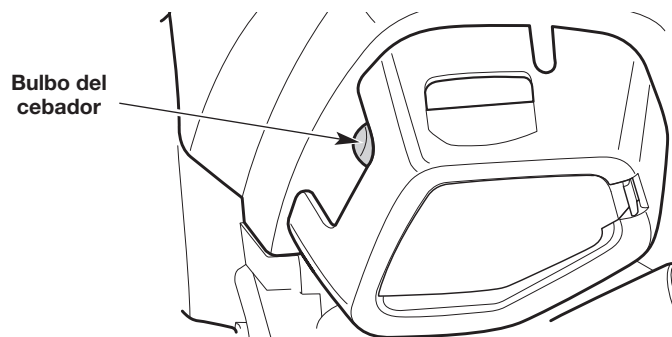

Fig. 16
1. Presione y luego suelte el bulbo del cebador lentamente **10 veces** (Fig. 16).